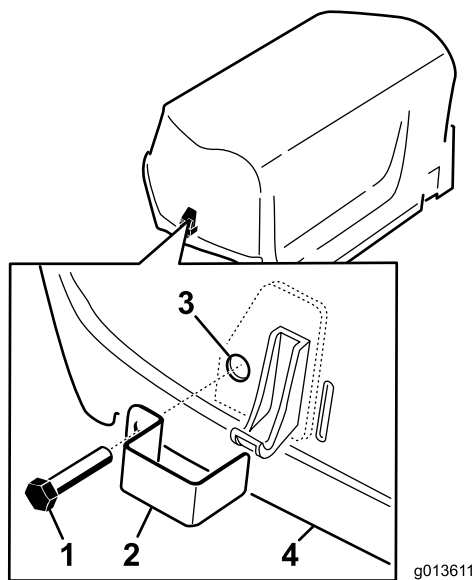

Figura 5
1. Montate un dispositivo di chiusura sui fermi del cofano di sinistra e destra (Figura 5) con un bullone senza dado (2 in totale).
2. Utilizzando delle pinze o una chiave regolabile, avvitate la rondella di bloccaggio interna su ciascun bullone (da 1 a 2 filettature) per fissare i bulloni (Figura 5).